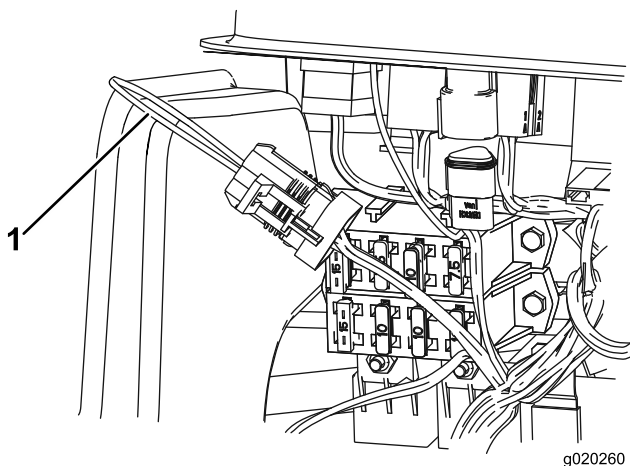

Figura 102
3. Accedete al cablaggio preassemblato e al connettore a circuito chiuso (Figura 102).